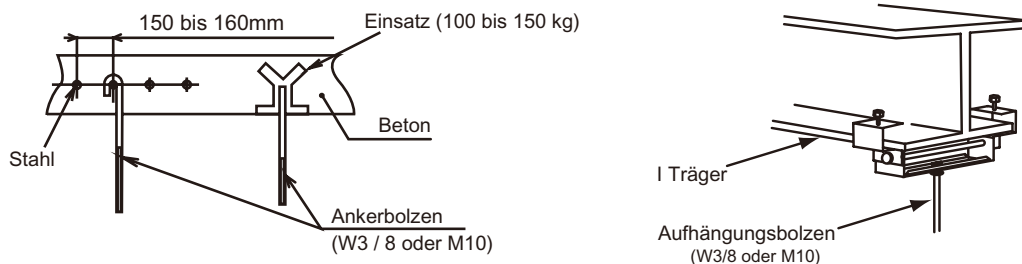

Abb. 3.4 Aufhängungsbolzen montieren
- (3) Überprüfen Sie, ob die Decke waagrecht steht, sonst kann die Drainage nicht fließen.
- (4) Verstärken Sie die Öffnungsteile der Zwischendecke
- (5) Befestigen Sie die Aufhängungsbolzen, wie in Abb.3.4 gezeigt